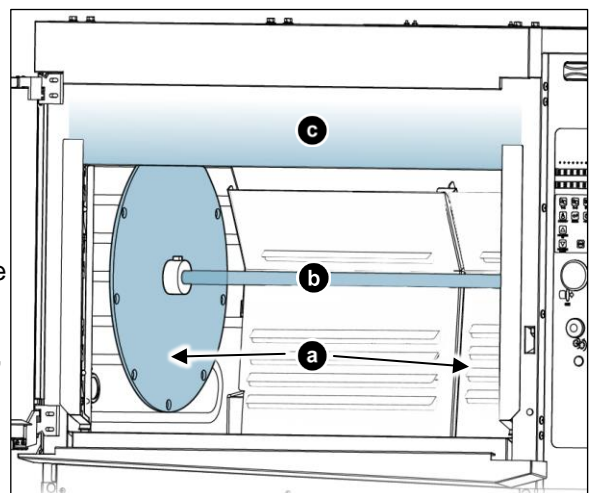

Figura 4-2
6. Favor de referirse a la Figura 4-2, aplique SOIL SHIELD de manera uniforme sobre: